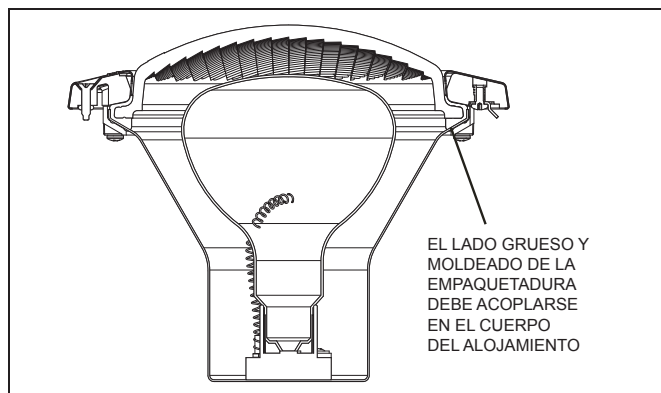

Figura 5. Plano transversal de la luz blanca Jandy para piscinas
- b. Mientras sostiene la luz hacia arriba, coloque el lente de vidrio con la empaquetadura encima de la luz. Tenga en cuenta que la empaquetadura del lente no tiene forma simétrica. Por eso, se debe instalar correctamente de manera que el lente quede sellado en el compartimento de la luz. Coloque la empaquetadura sobre el lente de manera que el lado grueso de la empaquetadura se acople al compartimento durante la instalación del lente. Véase Figura 5.